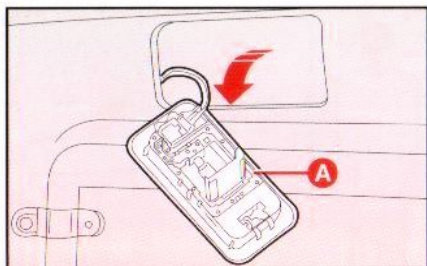

Abb. 36
- 2) Den Behälter **A, Abb. 36**, öffnen und die defekte Lampe erneuern.